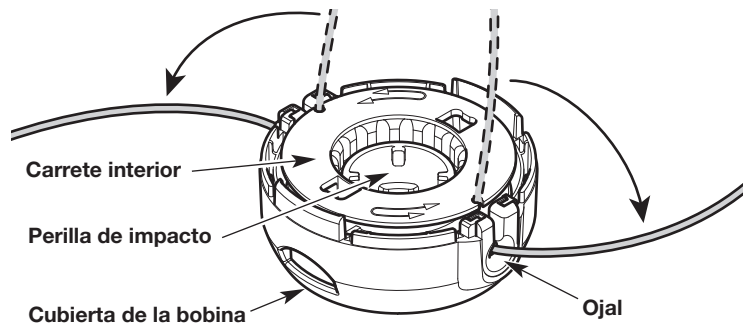

Fig. 23
1. Inserte el carrete interior en la cubierta de la bobina (Fig. 23).
2. Inserte la perilla de impacto en el carrete interior (Fig. 23).
4. Gire el carrete interior para alinear los extremos del hilo con los ojales de la cubierta de la bobina (Fig. 23). Tire de los extremos del hilo hacia afuera de las ranuras de retención y dentro de los ojales (Fig. 23). Sostenga los extremos del hilo en su lugar para evitar que se desenrollen.